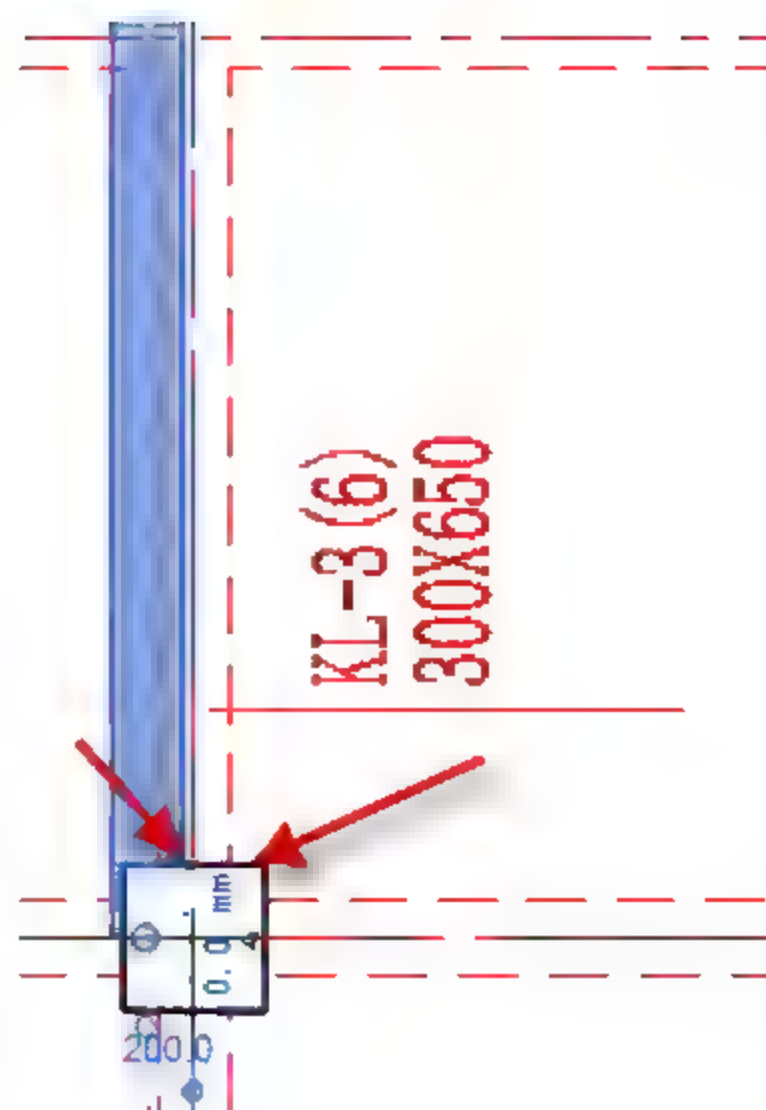

图 4.2.35 调整矩形梁的位置
(10) 调整矩形梁 KL-3 的位置, 选中矩形梁 KL-3, 按快捷键 M+V, 移动矩形梁的位置, 使其与梁线对齐, 如图 4.2.35 所示。